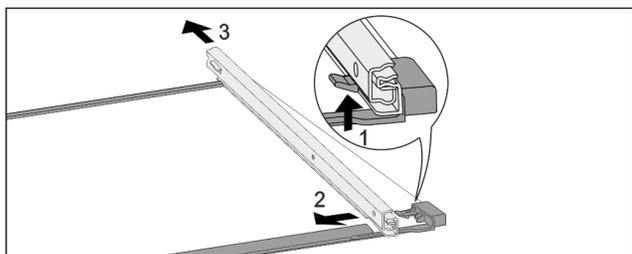

Fig. 131 Tablette en verre avec rails
- ▶ Pousser le crochet d'enclenchement avant vers le bas. Fig. 131 (1)
- ▶ Pousser le rail télescopique vers le côté Fig. 131 (2) et vers l'arrière Fig. 131 (3).